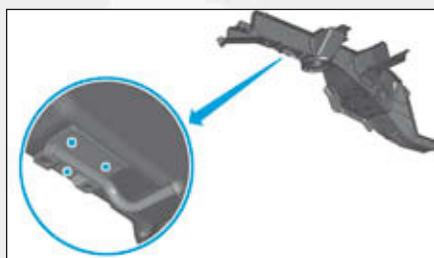

FIG.247
- Dépointer les points de soudures par l'intérieur du longeron et déposer le support de fixation d'échappement (Fig.247).